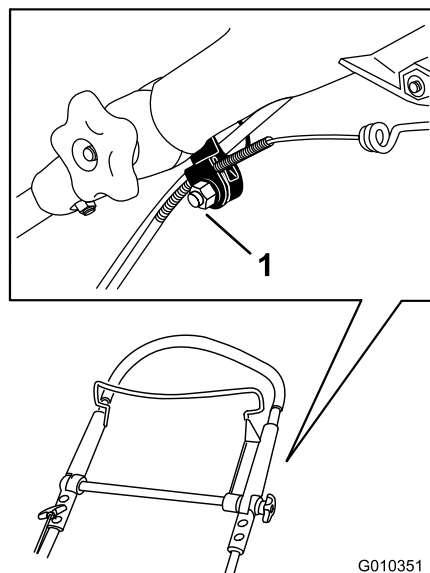

Figura 48
1. Allentate il dado sul serrafilo per cavi (**Figura 48**).